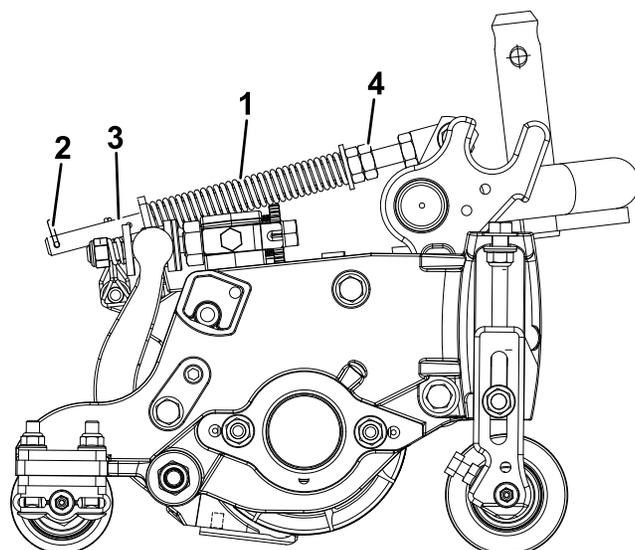

Figura 11
2. Aperte as porcas sextavadas na extremidade dianteira da haste da mola até que o comprimento da mola em compressão seja de 12,7 cm (Figura 11).
A mola de compensação de relva (Figura 11) transfere peso do cilindro dianteiro para o cilindro traseiro. Isto ajuda a reduzir o efeito ondulado na relva, também conhecido como ondulação ou “bobbing”.
1. Certifique-se de que o contrapino do gancho está instalado no orifício traseiro na haste da mola (Figura 11).